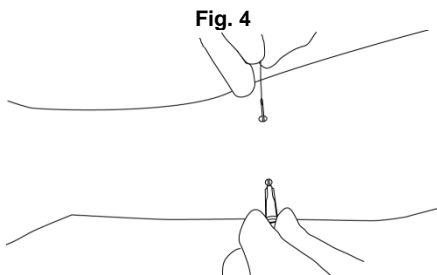
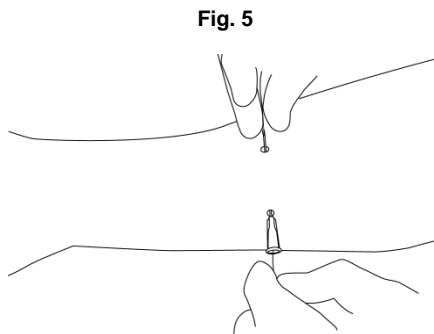

Fig. 4
Fig. 5
3. Quite el catéter del tubo de protección y guíelo suavemente hacia el extremo punzante de la cánula de introducción (Fig. 4) y empujelo **cuidadosamente** a través de la cánula de introducción hasta que aparezca en el lado opuesto de la cánula y continúe hasta que la membrana se encuentre en posición (Fig. 5).